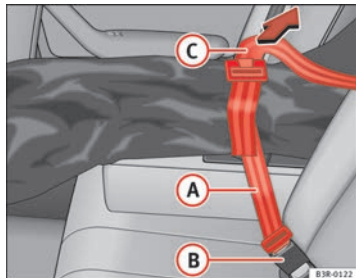

Abb. 120 Sicherung des Durchladesackes am mittleren Gurtschloss der Rücksitzbank
- Den Sicherungsgurt (A) ⇒ Abb. 120 des Sackes in das mittlere Gurtschloss (B) stecken.
- Ziehen Sie den Sicherungsgurt am freien Gurtende (C) straff.